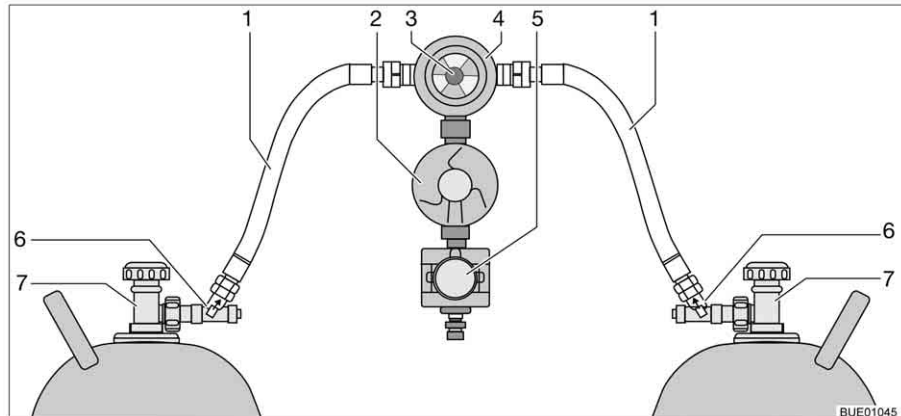

Bild 143 Crash-Protection-Unit-omkopplingsenhet
Crash-Protection-Unit består av två genomflödesbegränsare med manuell frigöring (Bild 143,6), en omkopplingsventil (Bild 143,4) med tryckregulator (Bild 143,2), en elventil (Bild 143,5) och kontrollenheten med trefärgad lysdiod. Omkopplingsventilen är monterad mellan de båda gaslangarna (Bild 143,1).
Med vredet (Bild 143,3) på omkopplingsventilen ställer du in vilken gasflaska som ska användas som driftflaska och vilken som ska användas som reservflaska.
Med kontrollenheten (Bild 144) kan endast de elektriska funktionerna styras. Gasflaskornas huvudavstängningsventiler (Bild 143,7) och frigöringarna (Bild 143,6) måste öppnas för hand.
- Öppna huvudavstängningsventilerna på gasflaskorna (Bild 143,7).
- Tryck in frigöringarna (Bild 143,6) i tio sekunder efter varandra.
- Med vredet (Bild 143,3) på omkopplingsventilen (Bild 143,4) väljs gasflaskan, som ska prioriteras (driftflaska).
- Stäng huvudavstängningsventilerna på gasflaskorna (Bild 143,7).